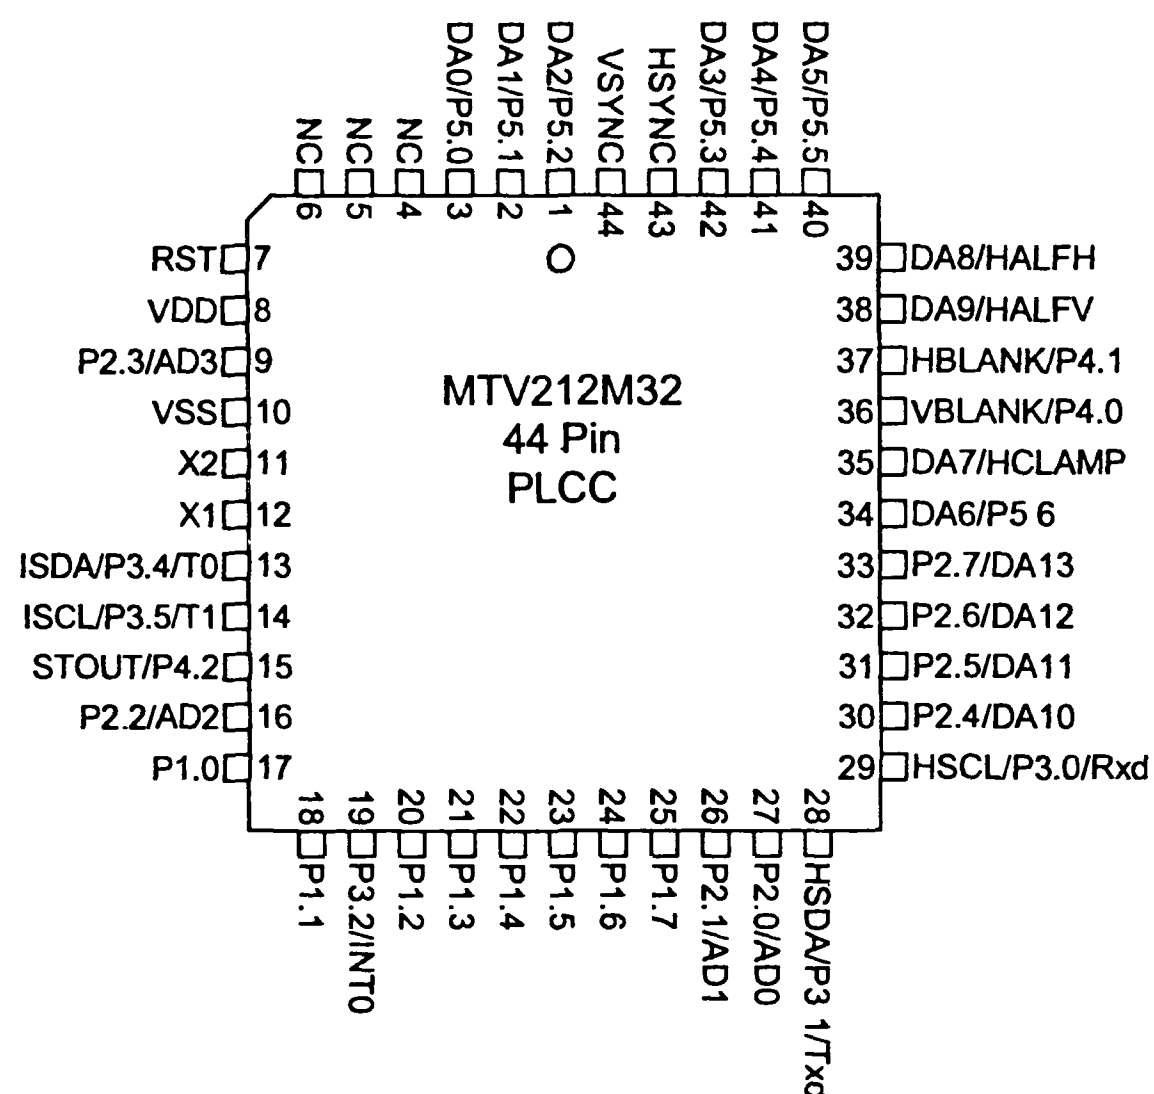

Рис. 3.5. Цоколевка микросхемы MTV212M32 в корпусе PLCC 44
14) МК использует для управления микросхемой АЦП U2. По интерфейсу VESA DDC (выв. 28, 29) МК передает данные на компьютер для реализации стандарта Plug & Play. Для хранения информации о регулируемых и других параметрах к интерфейсу I²C подключена микросхема энергонезависимой памяти U2. К выв. 31, 42 IC401 через ключи Q401, Q402-подключен светодиодный индикатор режима работы монитора. Назначение остальных выводов микросхемы MTV212M32 приведено в табл. 3.3, а цоколевка микросхемы — на рис. 3.5. Для питания микроконтроллера на его выв. 8 поступает напряжение 5 В от стабилизатора IC811.